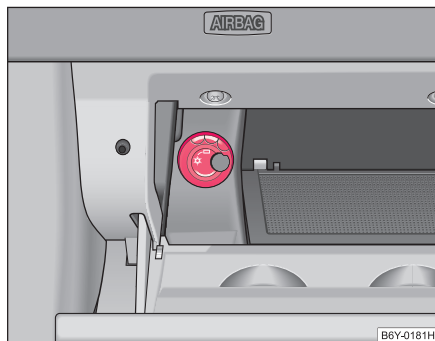

Fig. 71 Torpedoul: Folosirea sistemului de răcire
- Cu ajutorul întrerupătorului rotativ ⇒ Fig. 71, conectați sau deconectați sistemul de răcire.